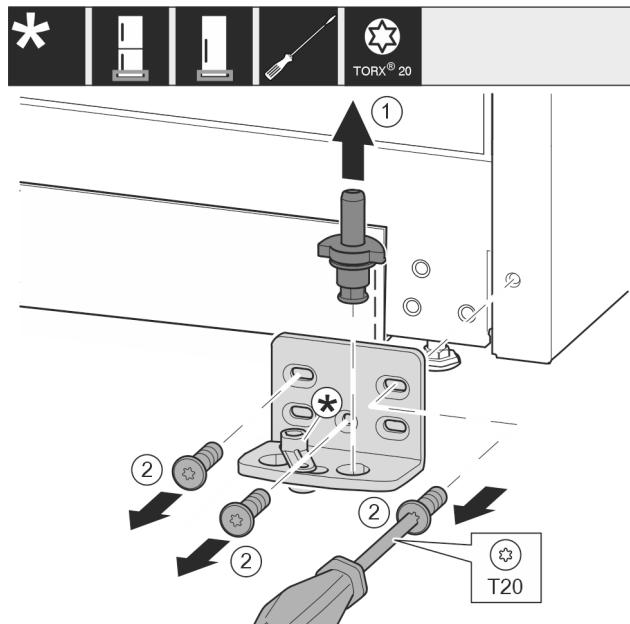

Fig. 8
- ▶ 将轴承螺栓完全向上拉出。Fig. 8 (1)
- ▶ 用 T20 螺丝刀将螺钉旋出并取下托架。Fig. 8 (2)